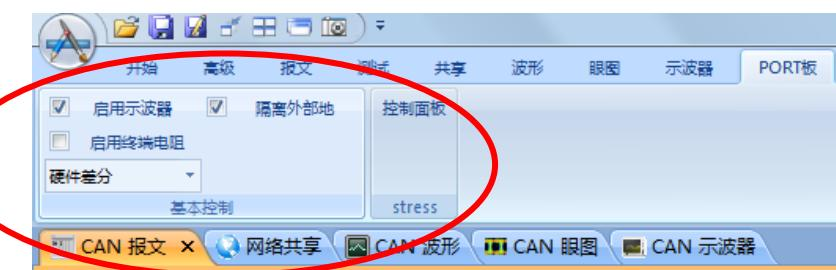

图 3.4 硬件差分
6. 一般使用默认的数学差分的方法测量即可，如果**被测设备干扰特别严重，必须使用硬件差分+隔离外部地+电池供电，以隔离干扰。防止仪器损坏**。如图 3.4 所示。